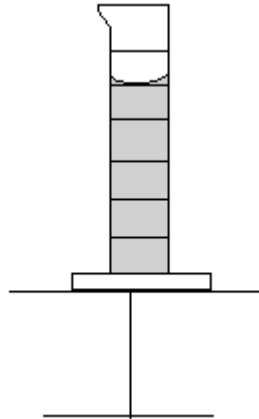

Figura 1.1: Medición de la densidad de un líquido
6. Volver a repetir la operación anterior para cada uno de los volúmenes aproximados siguientes: 80, 90 y 100 mililitros; ver figura 1.1. (Nota: El estudiante puede tomar los volúmenes indicados o algunos cercanos a esos valores anotando el valor indicado por la graduación de la probeta.)